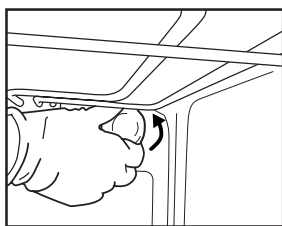

Fig. 4
2. Desenrosque la tapa de la bombilla (Fig. 4), cambie la bombilla (consulte la nota sobre el tipo de bombilla) y vuelva a atornillar la tapa.